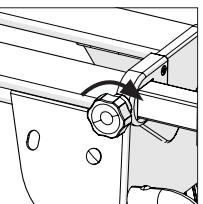

Fig. 3
- Atornille los botones de bloqueo (24mm) en posición para asegurar los raíles guía a cada lado. (**Fig. 3**)